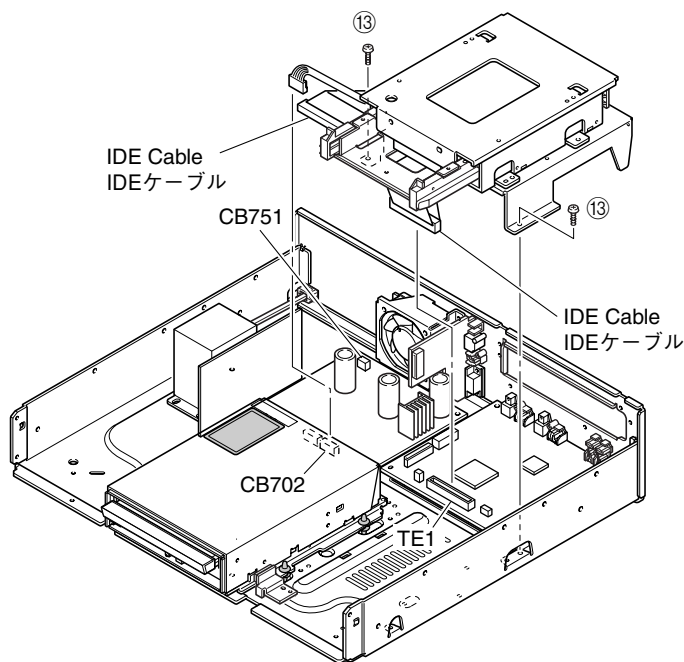

Fig. 16
- Remove 2 screws (⑬). (Fig. 16)
- Remove CB702. (Fig. 16)
- Disconnect the IDE cable from the CDR mechanical unit. (Fig. 16)
- Lift the sub-chassis unit, tray guide unit and HDD tray unit and disconnect the IDE cable connected to TE1 of the MAIN P.C.B. (Fig. 16)
- Remove the sub-chassis unit, tray guide unit and HDD tray unit. (Fig. 16)
- ⑬のネジ2本を外します。(Fig. 16)
- CB702を外します。(Fig. 16)
- CDRメカユニットからIDEケーブルを外します。(Fig. 16)
- サブシャーシユニット、トレイガイドユニットおよびHDDトレイユニットを持ち上げ、MAIN P.C.B.のTE1に接続されているIDEケーブルを外します。(Fig. 16)
- サブシャーシユニット、トレイガイドユニットおよびHDDトレイユニットを取り外します。(Fig. 16)